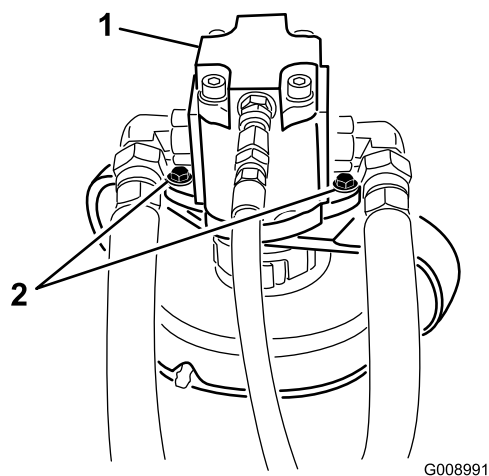

図 82
4. 油圧モータをカッティングユニットに固定しているボルトを外す (図 82)。カッティングユニットからモータを外し、カッティングユニットの上に置く。
2. 油圧モータをカッティングユニットに固定しているボルトを外す（図 82）。カッティングユニットからモータを外し、カッティングユニットの上に置く。